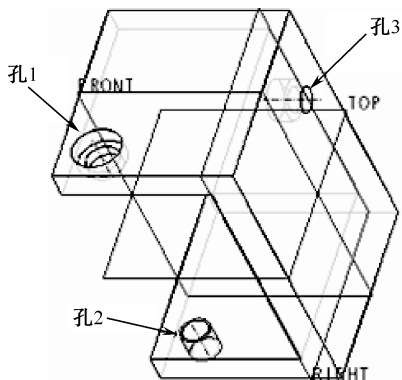

图 6-117 删除镜像与阵列后的模型
删除后的模型如图 6-117 所示。
(1) 为方便粘贴时孔的放置, 先建立基准轴 A_11, A_12。单击【基准】→【轴】命令  轴, 单击图 6-117 中孔 1 的圆孔边线, 在基准轴对话框中单击【确定】, 完成建立基准轴 A_11; 选中基准轴 A_11, 单击【镜像】命令, 单击 FRONT 基准面, 单击镜像操控面板的  完成基准轴建立, 如图 6-118 所示。